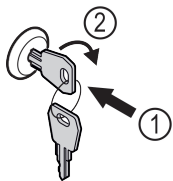

Fig. 140
- ▶ Zatlačte kľúč Fig. 140 (1).
- ▶ Otočte kľúč o 90° v smere hodinových ručičiek Fig. 140 (2).